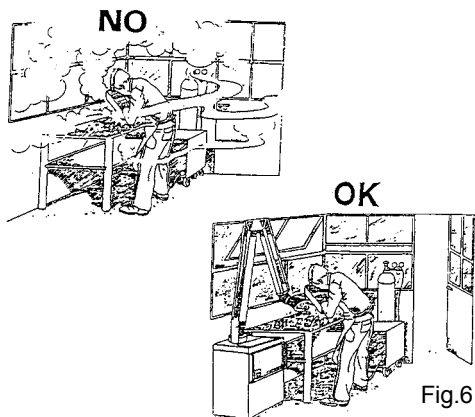

Fig.6
- I gas, i fumi insalubri o pericolosi per la salute dei lavoratori devono essere captati (man mano che vengono prodotti) il più vicino ed efficacemente possibile alla sorgente d'emissione in modo tale che le eventuali concentrazioni di inquinanti non superino i valori limite consentiti dalla normativa locale in vigore (Fig. 6);